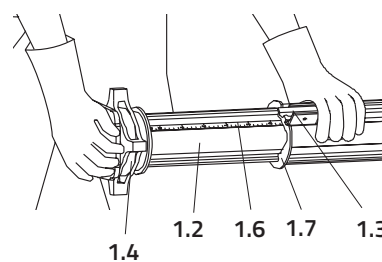

Fig. 18
5. Lås sikringskrogen. Fig. 18